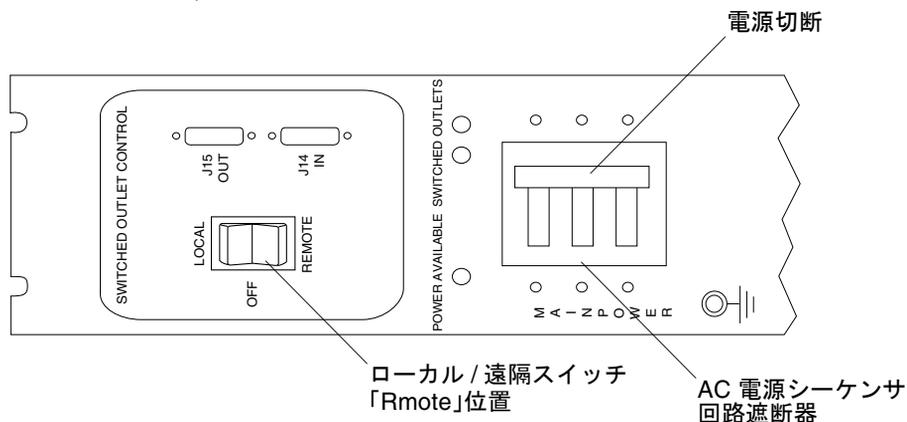

図 B-8 AC 電源シーケンサのコントロールパネル電源切断
5. ベースおよび拡張キャビネットの正面下側と背面下側のローカル/オフ/遠隔スイッチを押して、「Remote」に設定します (図 B-8)。